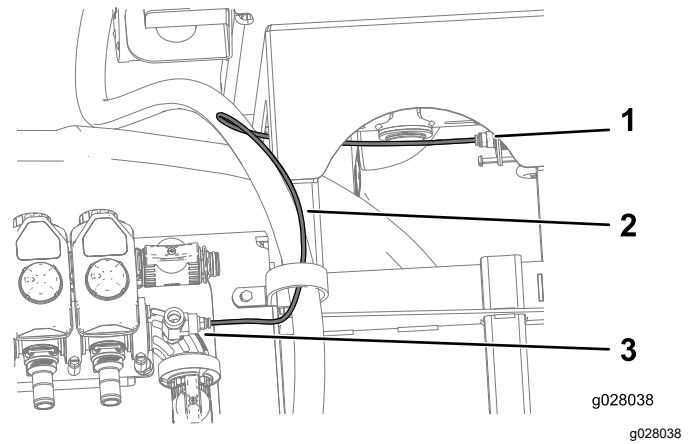

Figura 38
4. Conecte el tubo del transductor de presión al conector del acoplamiento en T en el codo de 90° (Figura 38) y al acoplamiento del indicador de presión (.